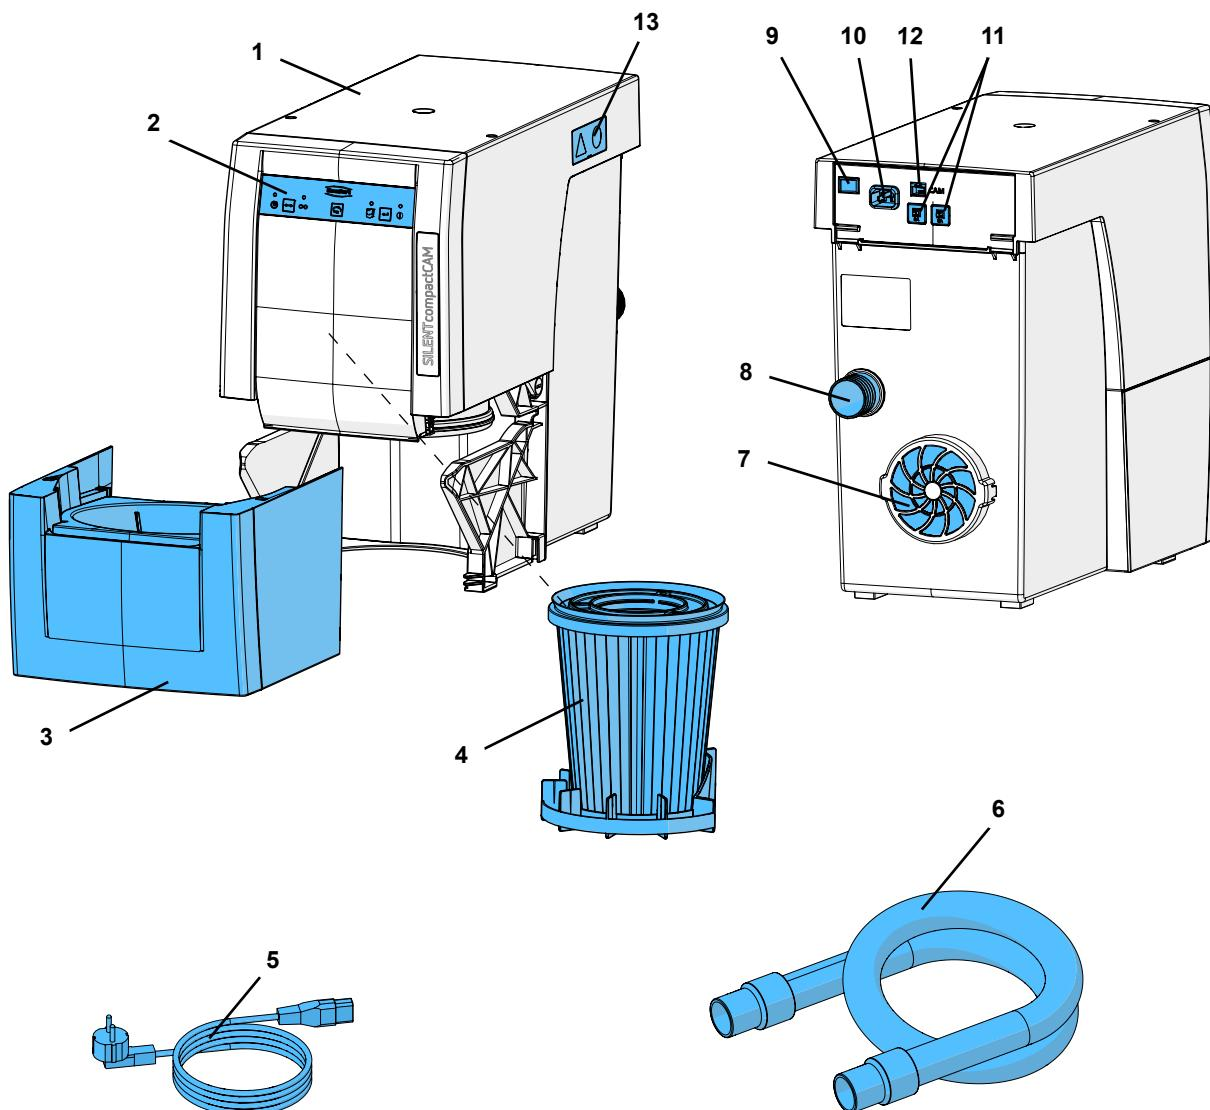

图 1
- 排气孔不能被堵塞 (7, 图 1)。
- 柜子背面的开口至少要有 $250 \times 120$ 毫米大，正对着排气口 (7, 图1)。
- ⇒ 按开/关键关机 (9)。
- ⇒ 将电源线 (5, 图1) 与电源 (10) 连接。
- ⇒ 将吸尘管 (6, 图 1)连接在吸尘端口 (8) 上。